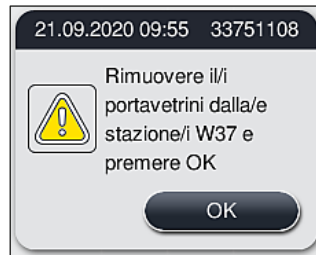

Fig. 126
4. Per ogni portavetrini da rimuovere viene mostrato un corrispondente messaggio sul display (→ "Fig. 126"). Aprire la calotta e rimuovere il portavetrini dalla stazione indicata nel messaggio. Confermare la rimozione con **OK**. Continuare fino a quando tutti i portavetrini interessati non sono stati rimossi.